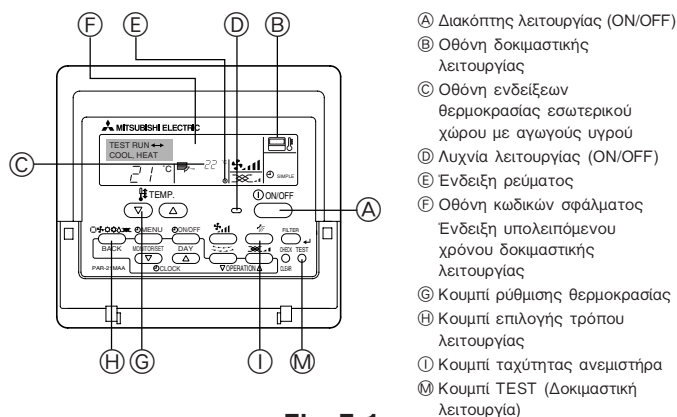

Fig. 7-1
7.2.1. Με ενσύρματο τηλεχειριστήριο (Fig. 7-1)